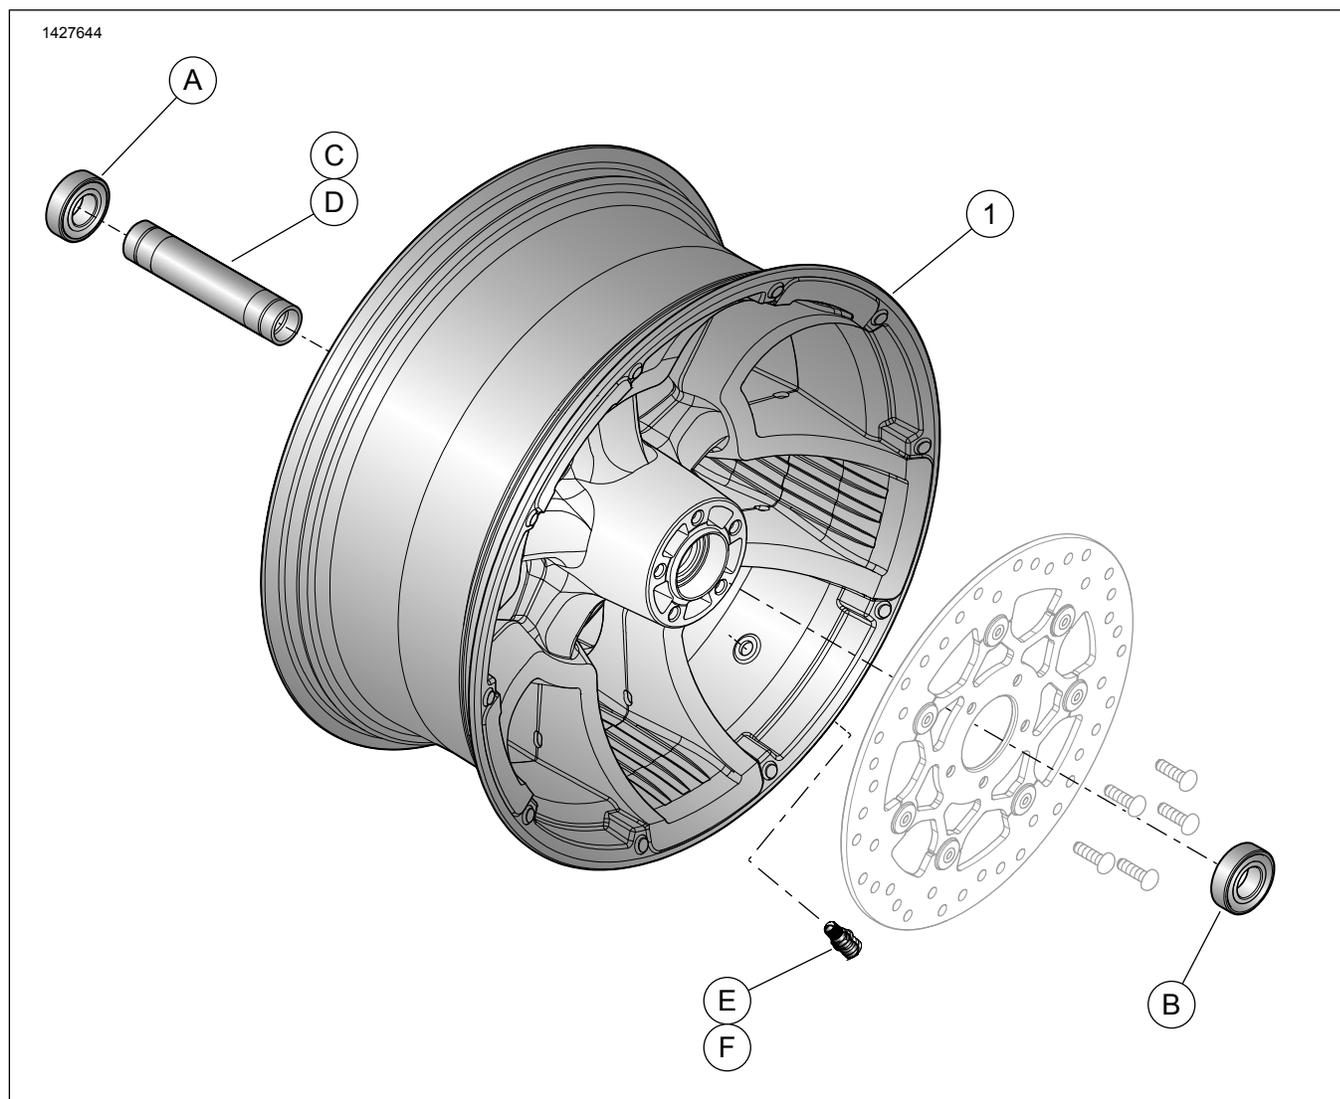

Figura 1. Peças de reposição: Rodas traseiras (roda de 16 pol. apresentada)
Ver Figura 1 e Tabela 3.
2. Figura 1 Instale o conjunto da haste de válvula na roda. Consulte PNEUS no manual de serviço.